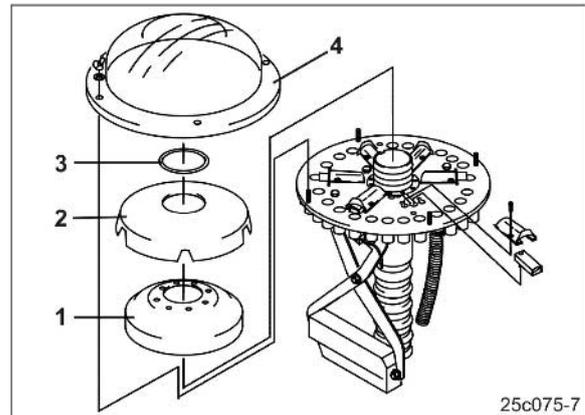

Fig. 116
10. Schaumstoffeinsatz (Fig. 116/1) montieren
11. Verteiler-Innenhaube (Fig. 116/2) montieren
12. Ring (Fig. 116/3) montieren
13. Verteileraußenhaube (Fig. 116/4) montieren